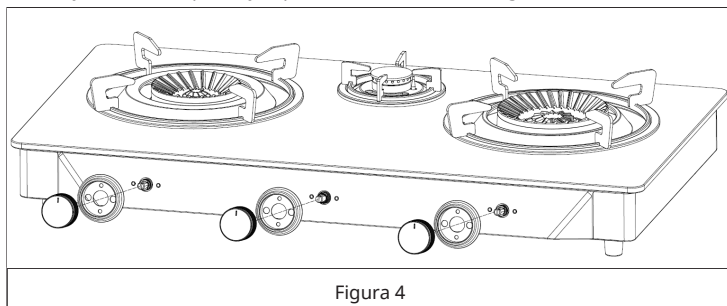

Figura 4
4. Fije la base del pomo y el pomo en consecuencia (figura 4).